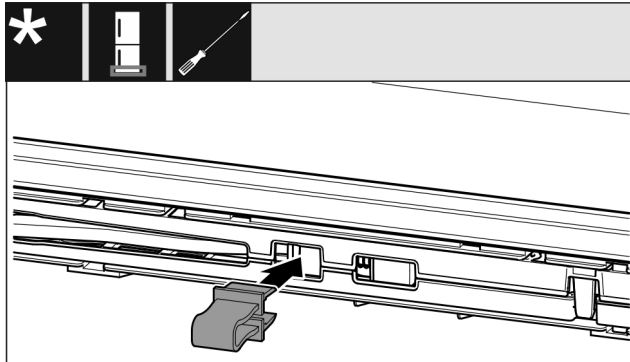

Fig. 13
- Sicherung in Öffnung einrasten. (siehe Fig. 13)